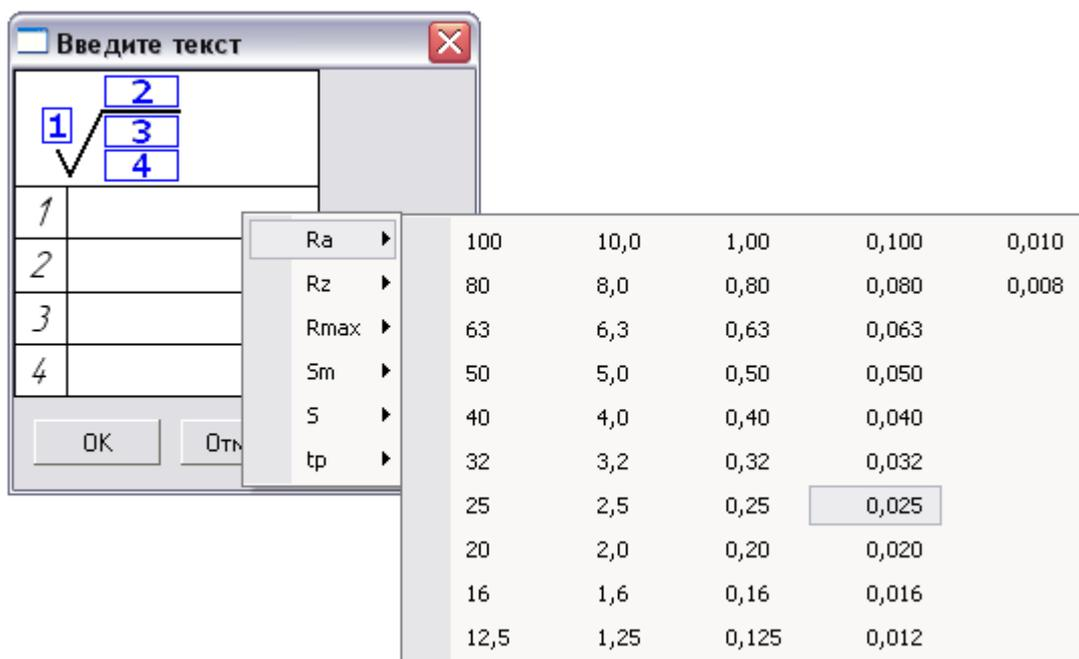

Рисунок 12.3 Выбор значения шероховатости
- 3.3 Выберите в меню значение 0,025 (рисунок 12.3).